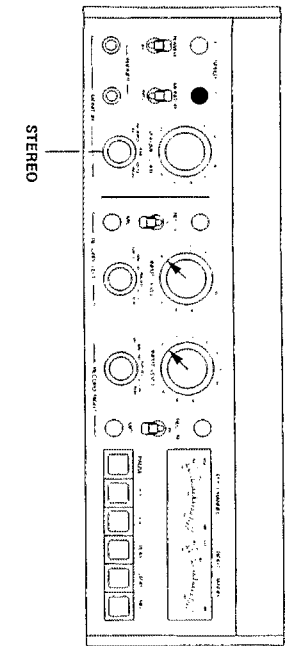
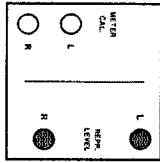

Fig. 6.4-6
Fig. 6.4-7
- Bedienungselemente nach Fig. 6.4-6 einstellen.
- NF-Millivoltmeter an Ausgang OUTPUT L (5) anschliessen (1 V-Bereich).
- Mit dem Regler REPR LEVEL L (Fig. 6.4-7) eine Ausgangsspannung von 0,775 V einstellen.
- Set operating controls as per fig. 6.4-6.
- Connect audio millivoltmeter (1 V range) to OUTPUT L (5).
- Adjust trimpot REPR LEVEL L (fig. 6.4-7) to obtain an output level of 0.775 V.
- Connect audio millivoltmeter to OUTPUT L + R (5) in parallel.
- Effectuez les commutations selon la fig. 6.4-6.
- Reconnectez un millivoltmètre BF à la sortie OUTPUT L (5) (échelle 1 V).
- A l'aide du réglage REPR LEVEL L (fig. 6.4-7), ajustez la tension de sortie à 0,775 V.
- Reconnectez un millivoltmètre BF à la sortie (5) OUTPUT L + R.